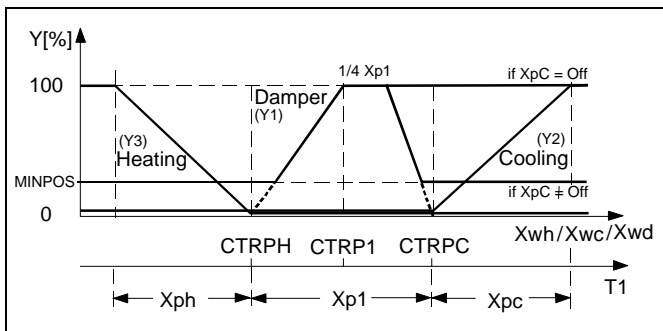

Fig. 4. Control de temperatura en secuencia con Calor, Compuertas de mezcla y válvula de frío
- Secuencia de control de temperatura con calor, compuertas de mezcla y frío (ver Fig. 4 y Tabla 7)